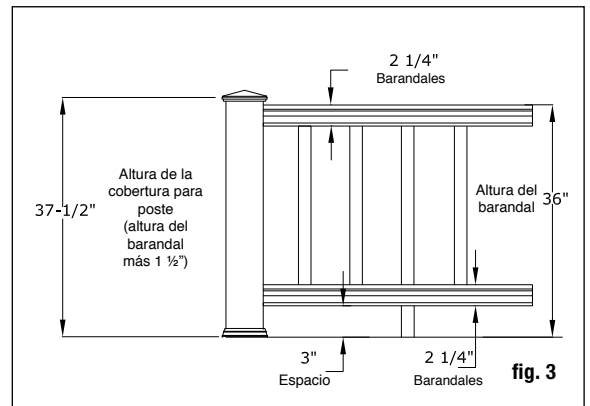

fig. 3
Paso 5 Recorte las coberturas de postes de 4x4 a la longitud adecuada. Si planea utilizar un tope de poste, las cubiertas de poste deben ser por lo menos 1-1/2 pulg. más largas que la altura del barandal. (fig. 3). Ejemplo: Para un barandal de 36" de altura, recorte la cobertura del poste a un mínimo de 37-1/2", o más larga si lo desea. Deslice una cobertura de poste recortada sobre cada poste de barandal de 4x4. Utilice cuñas según sea necesario para crear un ajuste cómodo. Deslice una cenefa para base de poste sobre cada cobertura.
Se requiere un bloque de apoyo centrado cada 2 pies. Consulte los códigos de construcción para ver el espacio máximo entre la superficie de la terraza y la parte inferior del barandal. Se recomienda dejar 3", pero puede ser más o menos si los códigos lo permiten (fig. 3). Recorte los bloques de apoyo a la altura deseada y pretaladre agujeros de 1/8" en los lugares apropiados. Los agujeros deben estar centrados en el barandal interior para que los bloques de apoyo encajen apropiadamente. Usando los conectores de los bloques de apoyo, sujete los bloques de apoyo a la cara inferior del barandal interior.